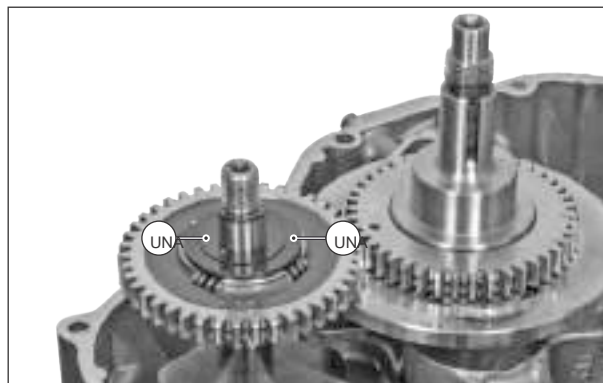

Fig. 3.183
- Montar el muelle de retención (A) y la cuña
(B) en el eje equilibrador. (Fig. 3.183)